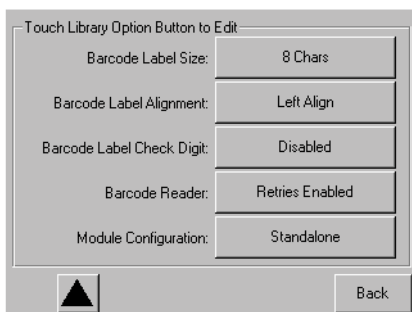

図3-3: [Module Configuration]選択画面
- ディスプレイの下部に[Module Configuration]メニュー オプションが表示されるまで、下向きの矢印 () を押します (図3-3を参照)。
4. ディスプレイの下部に[Module Configuration]メニュー オプションが表示されるまで、下向きの矢印（）を押します（図3-3を参照）。